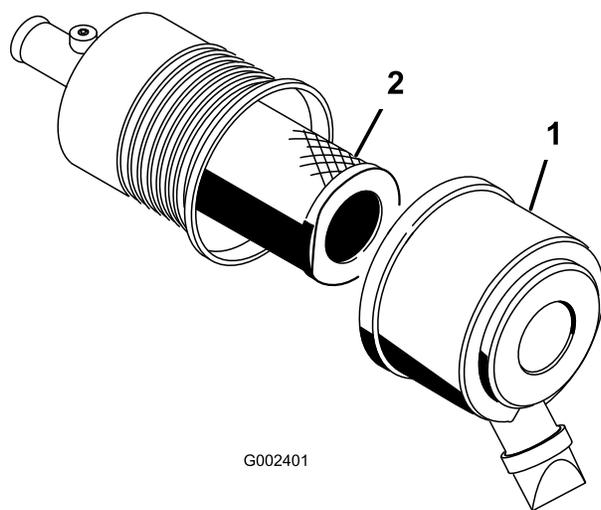

図 52
2. エアクリーナのカバーをボディーに固定しているラッチを外す 図 52。
3. エアクリーナのボディーからカバーを外す(図 52)。
5. フィルタを取り外して交換する(図 52)。